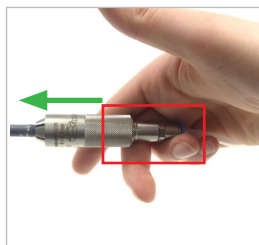

Figure 9
- Saisissez le connecteur par sa partie inférieure (pos. 2) et l'entrée fluide avec une main (voir la zone entourée en rouge) et appuyez contre la pièce d'essai (flèche verte, figure 9). Tirez le manchon coulissant (pos. 1) vers l'arrière.